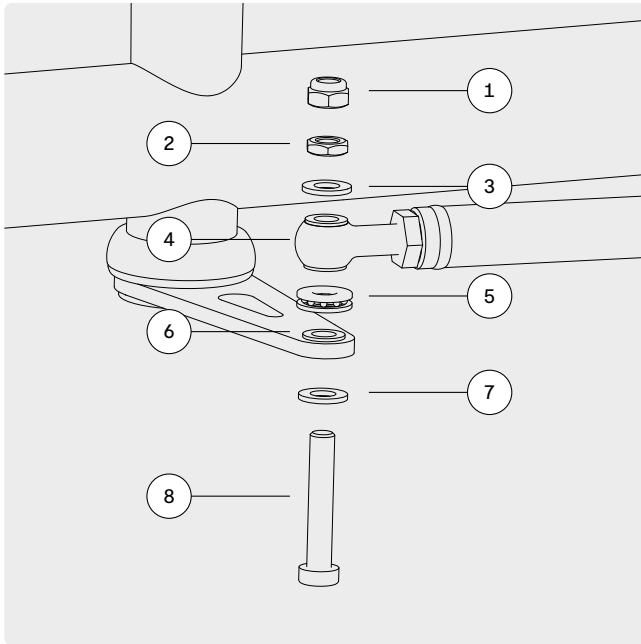

ABB. 10
- 1 Führen Sie den Ausleger des Lenkrohres und die Augenschraube des Lenkgestänges übereinander und stecken Sie die einzelnen Elemente in der richtigen Reihenfolge aufeinander entsprechend der Abb. 10 auf der folgenden Seite